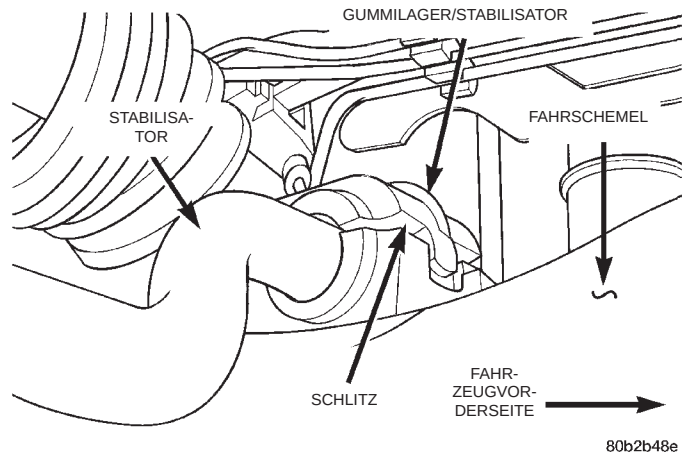

Abb. 8 Gummilager/Stabilisator
(1) Die Gummilager mit dem Schlitz nach vorn und der flachen Seite nach unten auf den Stabilisator schieben. **Beim Austausch der Gummilager, mit denen der Stabilisator am Fahrschemel befestigt ist, muss der Schlitz bei der Montage des Stabilisators zur Vorderseite des Fahrzeugs weisen** (Abb. 8).
(2) Schellen auf die Gummilager montieren.